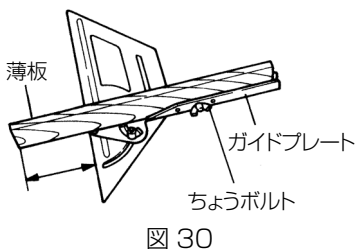

図 30
- (1) 薄板 (おおよそ幅 30 mm × 厚さ 10 mm × 長さ 450 mm) を用意します。
- (2) 図 30 のように、薄板を造作ガイドのガイドプレートに入れ、A 寸法をこの刃からベース側面までの寸法と同じくして、ちょうボルトで固定します。